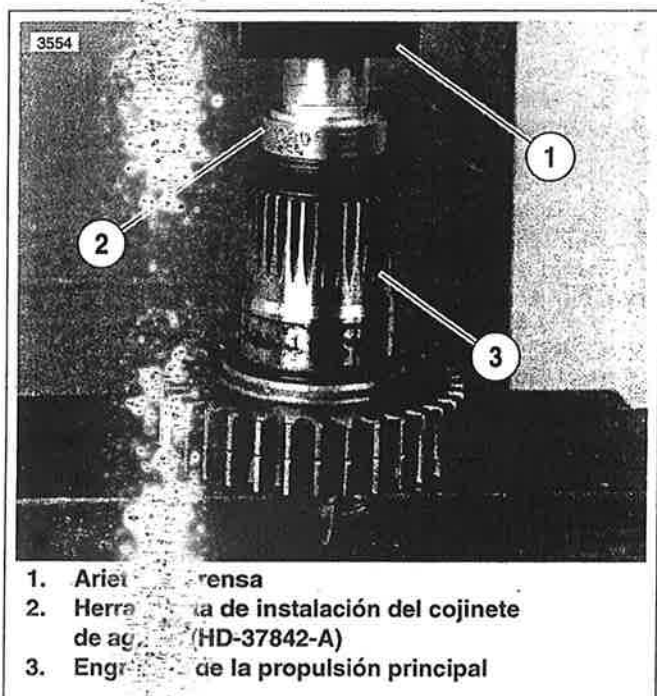

Figura 6-49. Herramienta de instalación del cojinete de agujas
1. Vea la Figura 6-49. Use la HERRAMIENTA DE INSTALACIÓN DEL COJINETE DE AGUJAS INTERIORES Y EXTERIORES DEL ENGRANAJE DE LA PROPULSIÓN PRINCIPAL (HD-37842-A) para el armado. Seleccione el extremo de la herramienta que va a usar.